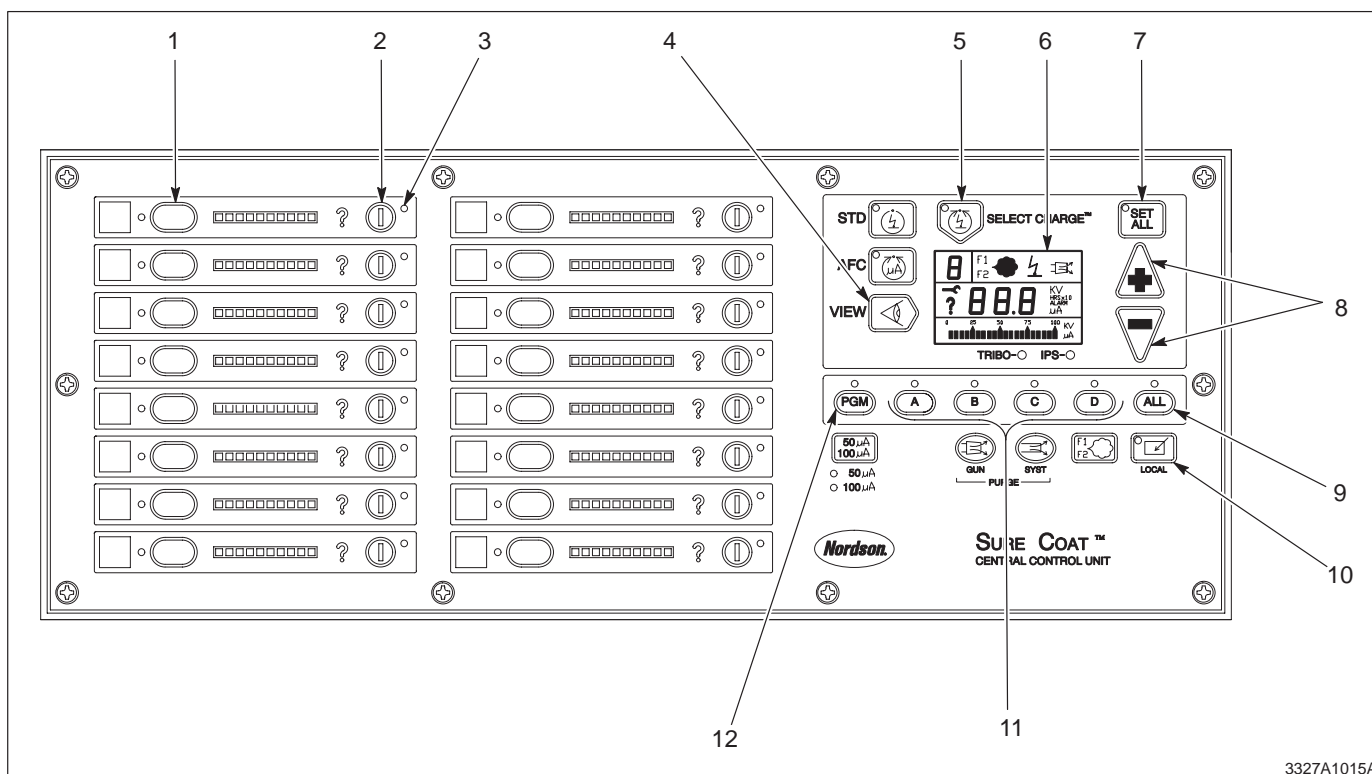

Fig. A 5-2 Funcionamiento del sistema de control de pistola modular
Ver la Figura A 5-2. Existen dos modos interfaz de sistema que pueden seleccionarse utilizando la tecla LOCAL (10) del controlador central. El LED de la tecla LOCAL indica que modo está activado.
2. Ver la Figura A 5-2. Pulse la tecla VIEW (ver) (4) para visualizar μA .
5. Ver la Figura A 5-2. Active la pistola para comprobar la aplicación. Activa las pistolas utilizando uno de los métodos siguientes:
- Botón de activación de pistola (2): Activa una pistola individual.
- Botón de grupo de pistolas (11): Activa un grupo de pistolas programado.
- Botón ALL (9): Activa todas las pistolas del sistema.
1. Ver la Figura A 5-2. Pulse la tecla selección de pistola (1) de la pistola que desee ajustar. El LED de la izquierda de la tecla de selección de la pistola se iluminará.
3. pulse la tecla activación de pistola (2) para comprobar la aplicación.
1. Ver la Figura A 5-2. Pulse la tecla selección de pistola (1) de la pistola que desee tomar como patrón del resto.
2. Pulse la tecla SET ALL (10) (ajustar todo). El LED SET ALL se encenderá.
5. Pulse la tecla ALL (9) para comprobar las aplicaciones.
1. Ver la Figura A 5-2. Pulse la tecla PGM (12). El LED PGM se encenderá.
2. Pulse la tecla de activación de grupo (11) al cual desee asignar las pistolas. El LED correspondiente se encenderá y la letra aparecerá en la pantalla (6).
3. Pulse las teclas de activación de pistola (2) de las pistolas que desee asignar al grupo. Los LEDs correspondientes (3) se encenderán. Si desea quitar una pistola del grupo, pulse la tecla de activación de la misma.